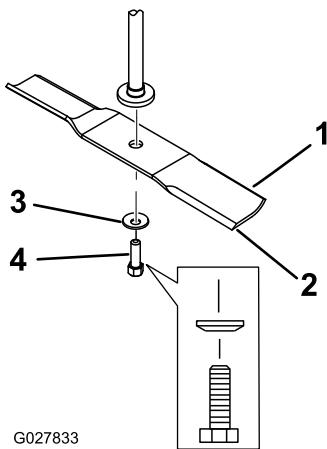

Figure 49
2. Enlevez de l'axe, le boulon, la rondelle bombée et la lame (Figure 49).
1. Placez la lame sur l'axe (Figure 49).
2. Montez la rondelle bombée (face concave vers la lame) et le boulon de lame (Figure 49).